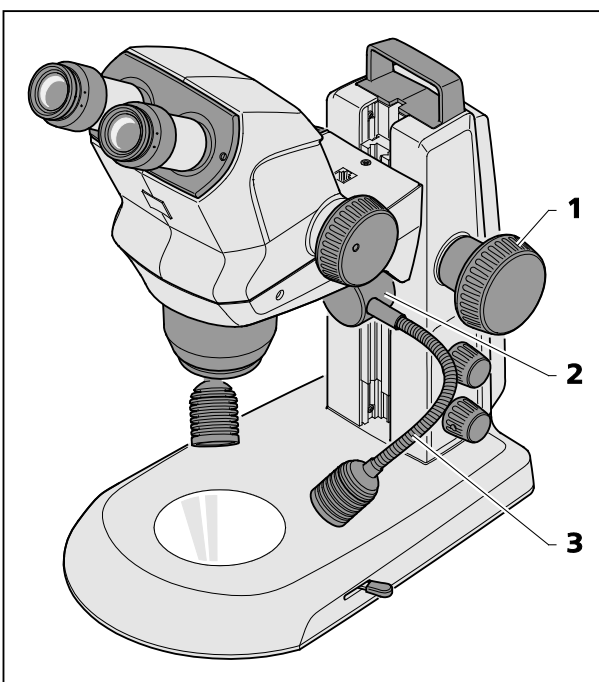

Bild 16 Doppel-Spotleuchte
- Den Mikroskopkörper mittels Fokussierknopf (Bild 16/1) in die oberste Position fahren.
- Doppelspot-Leuchte (Bild 16/2) in der Führung auf die gewünschte Höhe schieben.
- Durch Verbiegen der beiden Schwanenhälse (Bild 16/3) die Spots so einstellen, dass das Objekt optimal ausgeleuchtet wird.